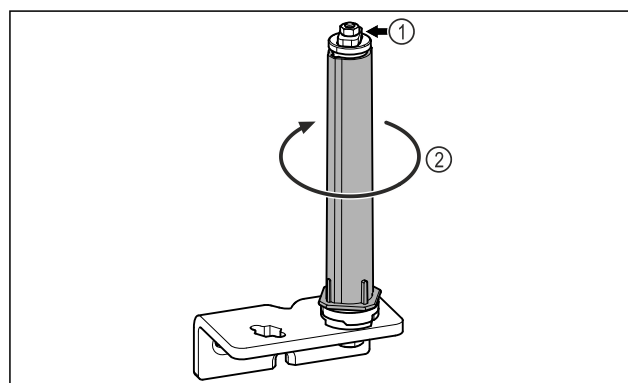

Fig. 23
- ▶ Systemu blokującego drzwi Fig. 23 (1) nie należy demonstrować.
- ▶ System blokujący Fig. 23 (2) obrócić do momentu, aż kliknie.